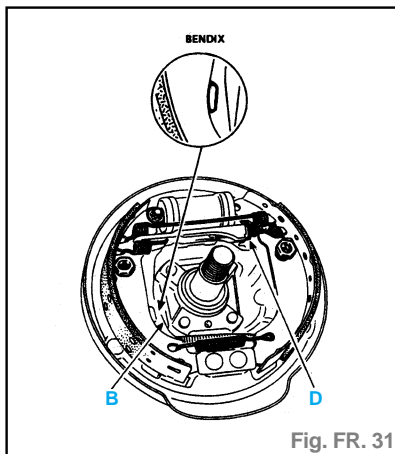

Fig. FR. 31
- de la mise en appui correcte des leviers (**B**) de frein à main sur les segments (fig. FR. 31).